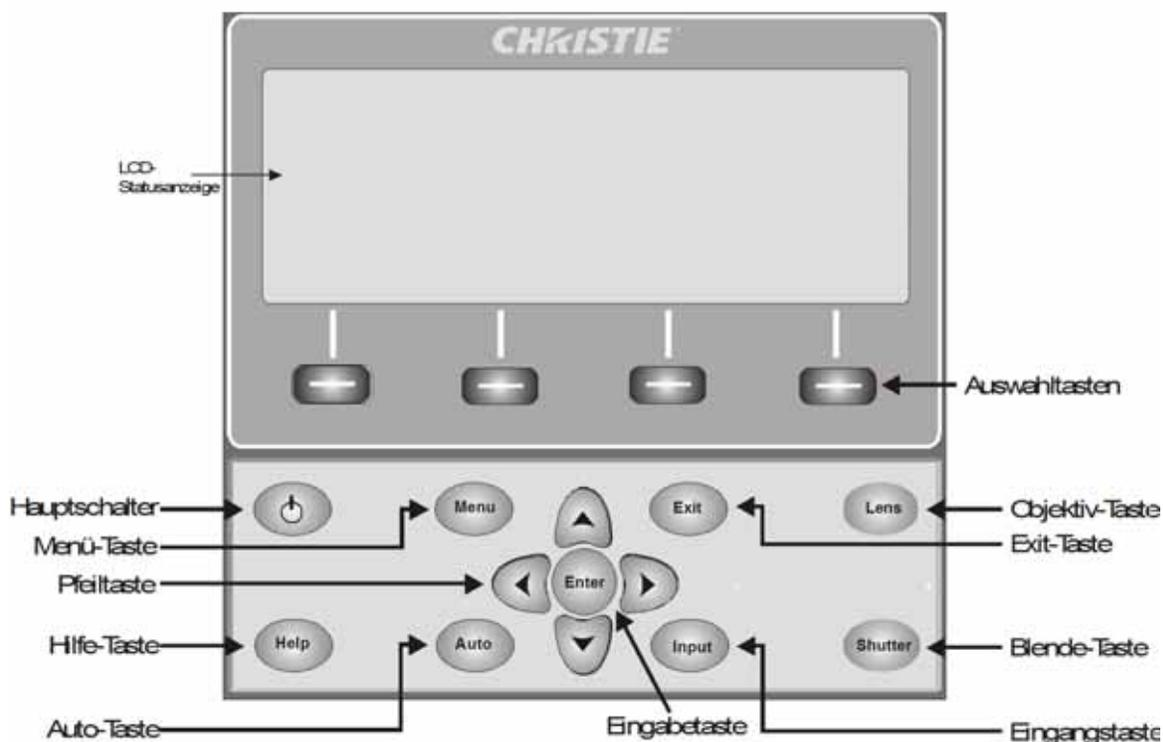

ABBILDUNG 3-2 INTEGRIERTES TASTENFELD
- **Integriertes Tastenfeld:** an der Seite des Projektors (siehe *Abbildung 3-2 Integriertes Tastenfeld*).